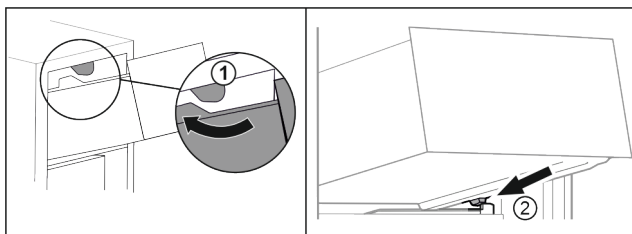

Fig. 22
- Обведите выдвижной ящик вокруг верхнего стопора. Fig. 22 (1)
- Наклоняя вниз, установите выдвижной ящик за нижние стопоры на контейнерное ребро. Fig. 22 (2)